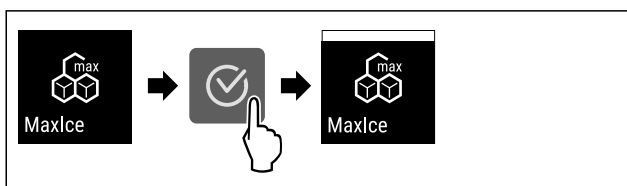

Fig. 19
- ▶ Handlungsschritte (siehe Fig. 19) durchführen.